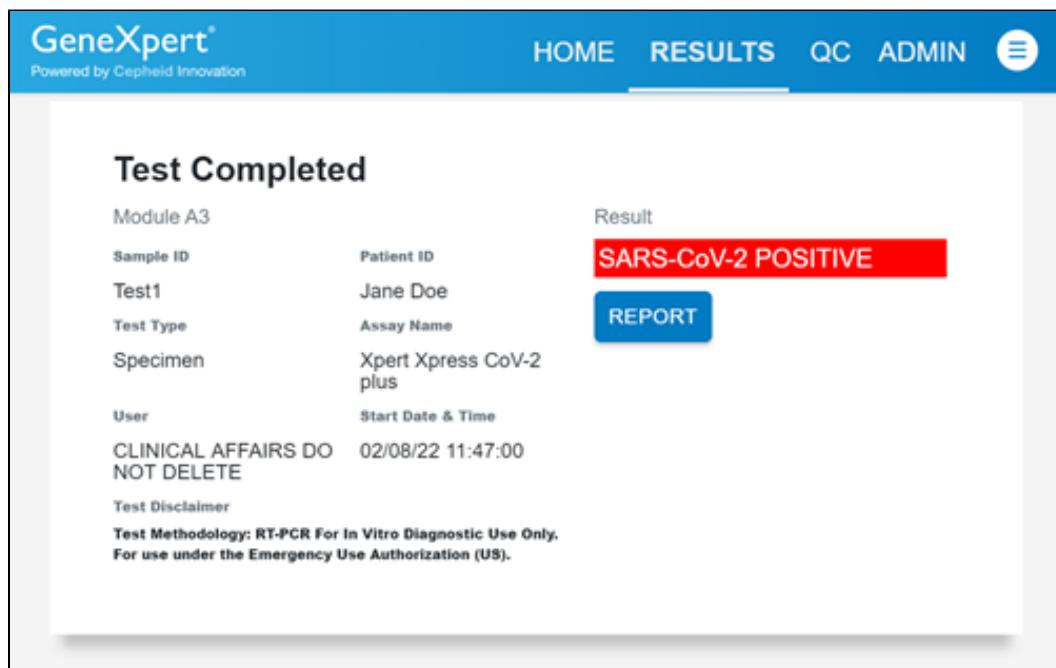

Figure 33. Écran Résultat du test (Test Result)
1. Appuyez sur le bouton **RÉSULTATS (RESULTS)** situé sur le panneau en haut de l'écran (voir la Figure 32). L'écran Résultats (Results) s'affiche (voir la Figure 33). Par défaut, les résultats de test sont organisés dans l'ordre selon la date et l'heure de leur exécution. Naviguez dans les pages de résultats de test en appuyant sur les boutons numérotés ou les flèches en bas de l'écran,
2. Appuyez sur le résultat souhaité pour ouvrez l'écran Résultat du test (Test Result) (voir la Figure 33).